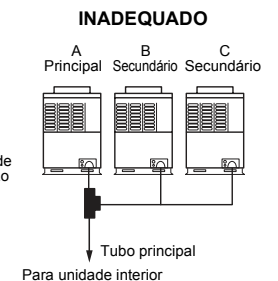

Figura 3
- 3) Preste atenção à direcção da junta de derivação em T. (Como mostrado na Figura 3, a junta de derivação não pode ser instalada de maneira que o refrigerante do tubo principal corra directamente para a unidade principal.)